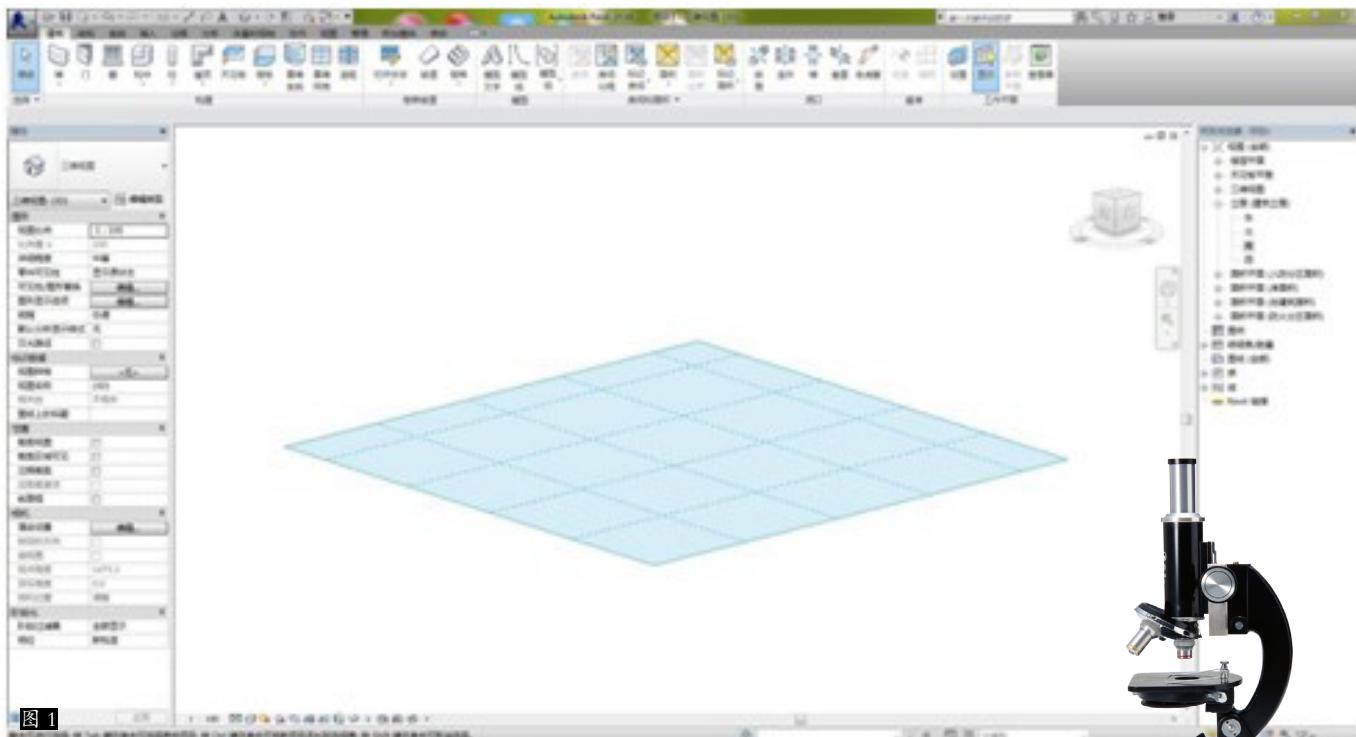
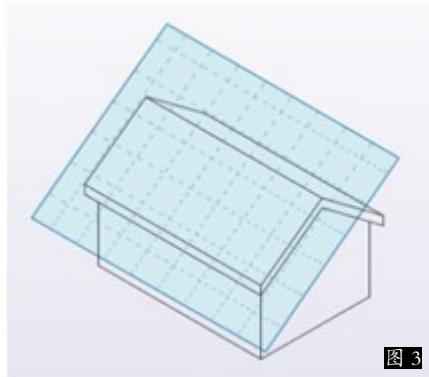

图 1
图 3
Revit 的视图，并不是“面”本身，而是一个窗口，类似于显微镜的镜头（如图 1），大家通过这个窗口观察放在工作平面（载物台）上的模型。一般，大家在创建标高（平面）的时候，软件是默认地创建一个以此标高（平面）为工作平面的视图。
工作平面，即每个视图中，放置构件的平面，类似于显微镜的载物台（如图 1）。平面视图，默认的工作平面是标高（平面），立面、剖面，一般在绘制构件时选择一个轴线（面）。一般在平面视图绘制坡屋面上的构件时，可以选择有坡度的参照平面作为工作平面（如图 3）
(1) 大多数构件依附于默认的标高平面，垂直构件（例如柱）依附于两个“面”；
(2) 部分构件以放置于指定的参照平面（需有名称），如图 3 中的拉杆；
(3) 部分构件（如门、连接片），可以选择嵌入主体（墙）或者依附在构件（梁）表面。